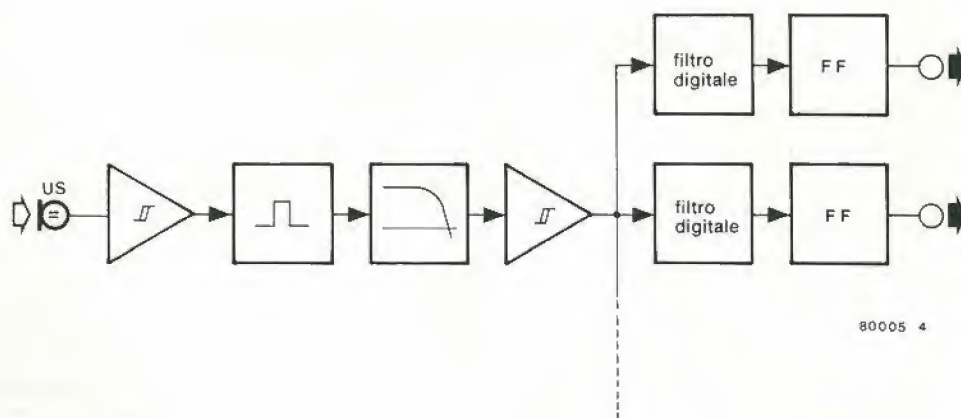

Figura 4. Schema a blocchi del ricevitore.
Figura 4. Il filtro a risonanza realizzato per la banda dei due metri, può essere impiegato anche per segnali provenienti dalla banda dei 70 centimetri, con risultati di poco inferiori.
La figura 4 mostra l'effetto a 432 MHz (banda dei 70 centimetri).
Lo schema a blocchi del ricevitore appare nella figura 4. La prima sezione - trigger, flip-flop del tipo "one shoot", filtro passabasso e secondo trigger, amplifica i segnali raccolti dal trasduttore ultrasonico (US) e ricava il segnale a bassa frequenza di mo-
Il flip-flop detto, funziona in pratica come multivibratore monostabile, con un periodo di tempo che è più lungo del ritardo tra gli impulsi consecutivi. Il risultato è che l'uscita di questo flip-flop rimane "bassa" sino a che N2 sta passando gli impulsi. Il segnale è impiegato per dare il clock al secondo flip-flop, FF2, che corrisponde al blocco indicato come "FF" nella figura 4. Il circuito completo, di conseguenza, funziona come una specie di "flip-flop selettivo": il tutto non è azionato da un impulso singolo; al contrario risponde ad un segnale quadro all'ingresso che abbia la frequenza giusta.